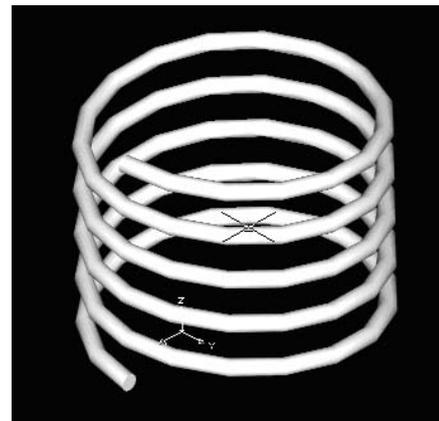

Рисунок 3.6
- выдавить окружности вдоль витка и размножить при помощи команд **Правка \ Копировать с базовой точкой** и **Правка \ Вставить**, произвести визуализацию (рисунок 3.6).